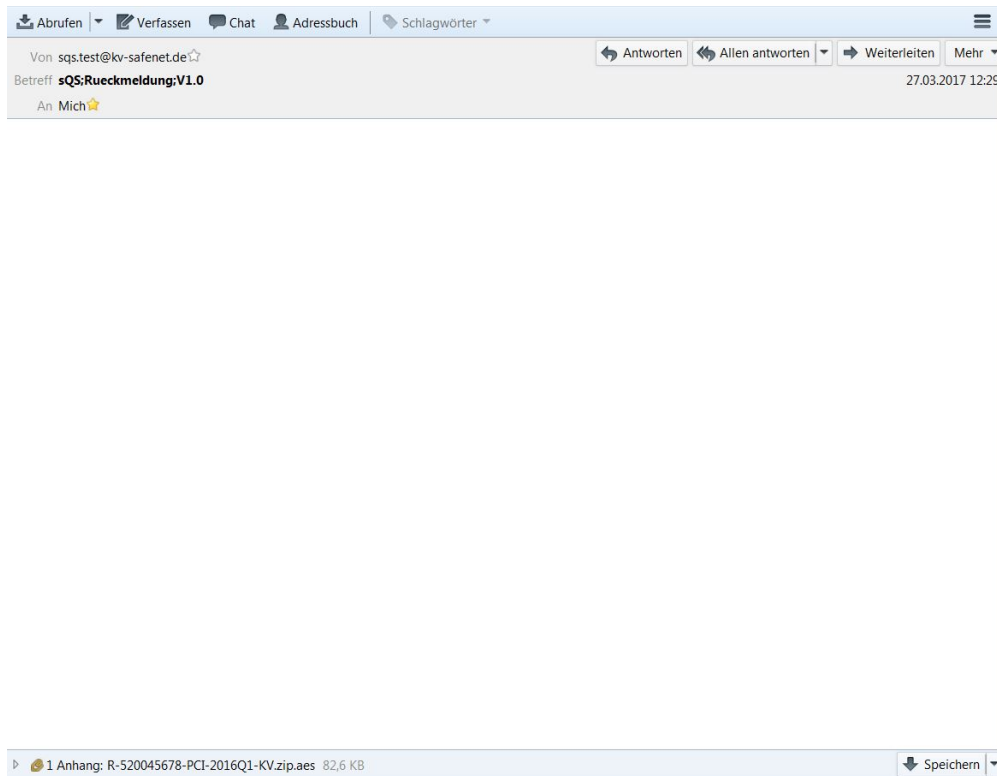

Abbildung 3: sQS-Rückmeldung mit Rückmeldebericht
- beispielhafte sQS-Rückmeldung (siehe Abbildung 3)